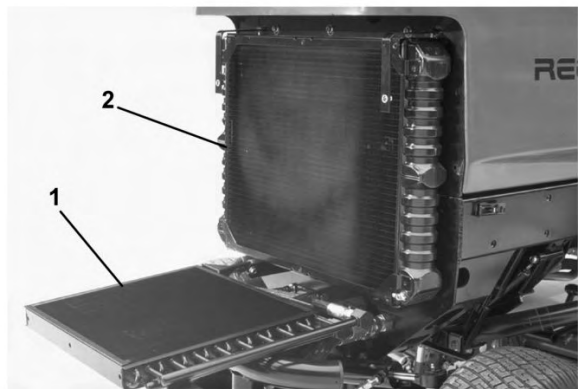

Bild 72
3. Schrauben Sie die Handräder ab und drehen Sie den Ölkühler nach hinten (Bild 72). Reinigen Sie beide Seiten des Ölkühler- und des Wasserkühlerbereichs gründlich mit Druckluft. Verwenden Sie kein Wasser. Öffnen Sie die Motorhaube und blasen Sie Fremdkörper zum Heck der Maschine raus. Drehen Sie den Ölkühler wieder zurück und ziehen Sie die Handräder an.